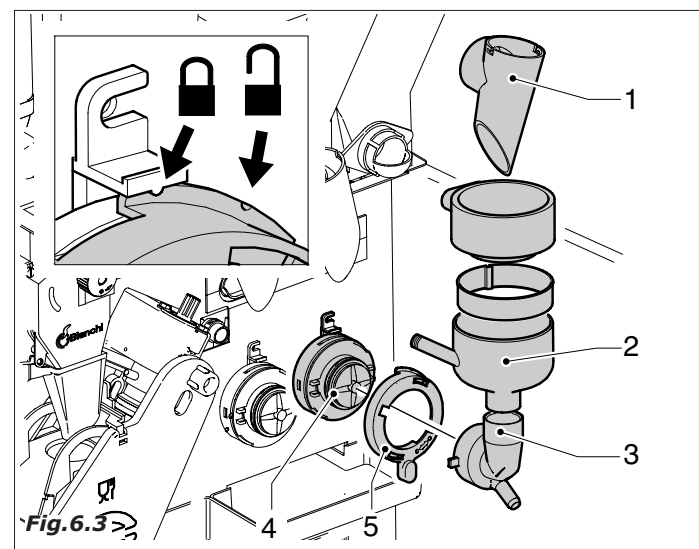

Fig.6.3
- funnels and powder chutes (Fig. 6.3-pos.1)
- canal água (2), camara miscelaco (3), ventainha de mistura-gem (4) e anel (5).